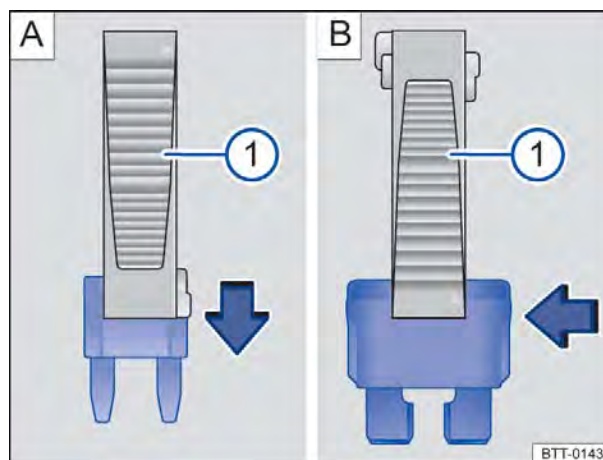

Fig. 167 Remover ou instalar um fusível usando a garra da pinça de plástico ①.
- Se necessário, tirar a pinça de plástico ⇒ Fig. 167 ① da cobertura da caixa de fusíveis.
- No caso de *fusíveis pequenos*, encaixar o grampo ① por cima **A**.